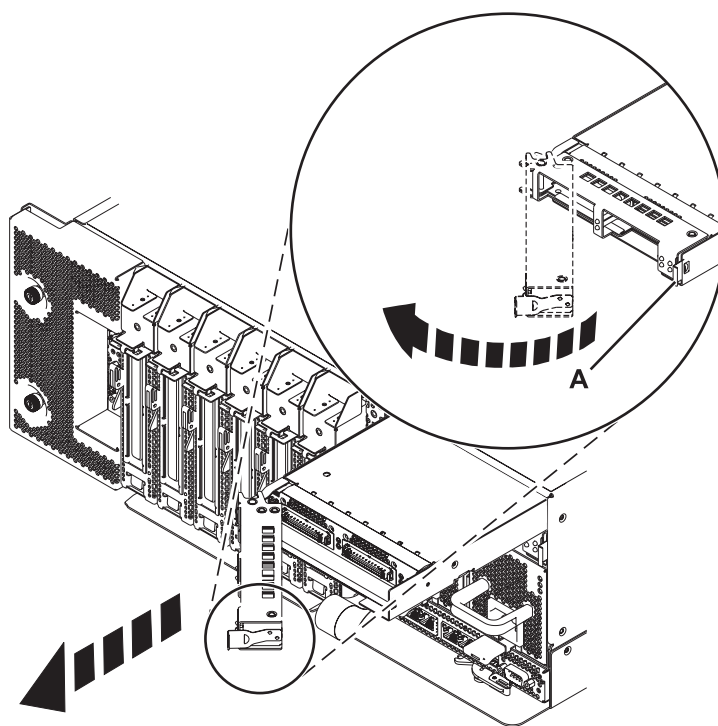

Figura 3. Extracció de l'adaptador GX del sistema
7. Premeu la pestanya de bloqueig (A) cap a l'esquerra i feu girar la coberta de la targeta GX en la direcció que s'indica a Figura 3.